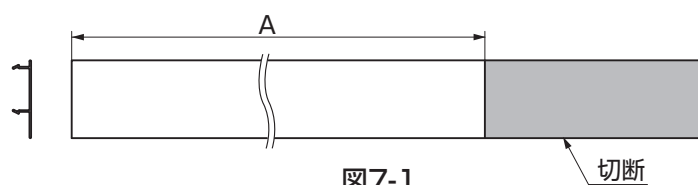

図7-1
- ①垂木フタを切断加工してください。（図7-1、表7-1参照）